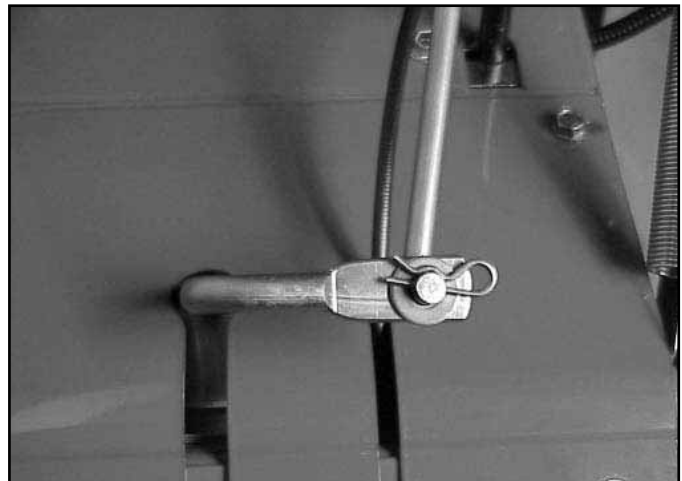

Fig 176 MVC-874XYX.jpg
26. Connect the shift linkage to the shift rod / traction rod lever (Fig. 176).